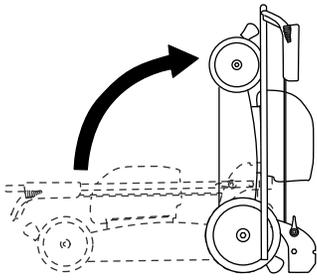

Figura 22
6. Sollevare la parte frontale della macchina utilizzando la stegola e spostatela in uno spazio per il rimessaggio (Figura 22).